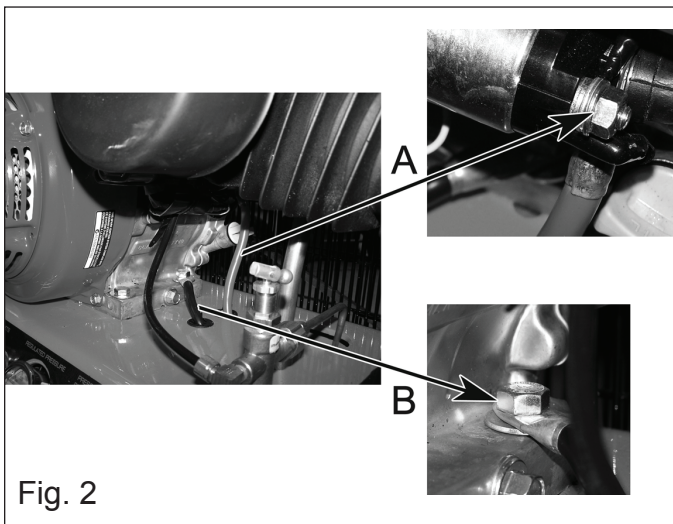
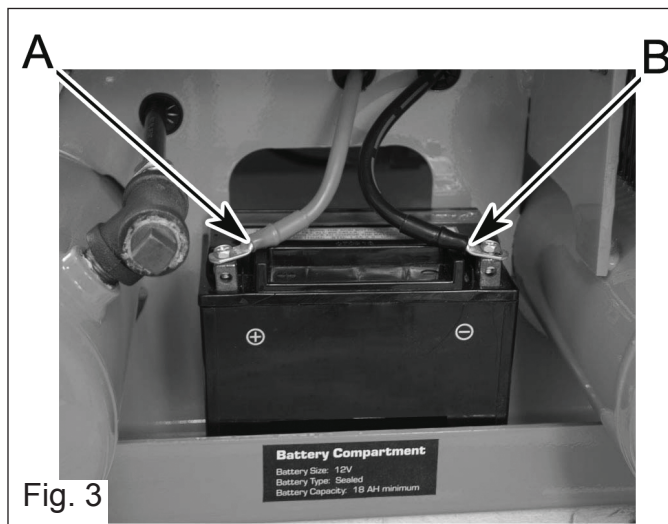

Fig. 2
Fig. 3
- e. The wheels are disassembled. Remove the 2 wheels from the carton. Remove one of the hitch pins (A). Pull out the axle (B). Put the first wheel (C) onto the axle, push the axle through. Put the spacer (D) onto the axle, push the axle through and then put the second wheel (E) onto the axle. Push the axle in until it hits the other hitch pin. Replace the hitch pin (A) (see Fig. 2).
- e. Les roues sont démontées. Enlevez les 2 roues du carton. Enlevez une des goupilles d'accroc (A). Retirez l'axe (B). Mettez la première roue (C) sur l'axe, poussez l'axe à travers. Mettez l'entretoise (D) sur l'axe, poussez l'axe à travers et mettez alors la deuxième roue (E) sur l'axe. Poussez l'axe dedans jusqu'à ce qu'il frappe l'autre goupille d'accroc. Remplacez la goupille d'accroc (A) (voir l'Fig. 2).
- e. Las ruedas están desmontadas. Quite las 2 ruedas del cartón. Quite uno de los pernos del tirón (A). Saque el árbol (B). Ponga la primera rueda (C) sobre el árbol, empuje el árbol a través. Ponga el espaciador (D) sobre el árbol, empuje el árbol a través y después ponga la segunda rueda (E) sobre el árbol. Empuje el árbol hacia adentro hasta que golpee el otro perno del tirón. Substituya el perno del tirón (A) (véase Fig. 2).
1. Connect a 26" long 4 gauge red battery cable with 5/16" ring lugs (A) to the positive (+) starter terminal (Fig. 2) (*battery cable not included*).
2. Connect a 32" long 4 gauge black negative (-) battery cable with 3/8" ring lugs (B) to the grounding bolt on the engine shown in the illustration (Fig. 2) (*battery cable not included*).
5. Connect the battery positive (+) cable (A) to the battery positive terminal (Fig. 3).
6. Connect the battery negative (-) cable (B) to the battery negative terminal (Fig. 3).
1. Raccorder un câble rouge de batterie de calibre 4 et de 26 po de longueur avec des cosses de 5/16 po (A) à la borne positive (+) du démarreur (Fig. 2) (*câble de batterie non fourni*).
2. Raccorder un câble noir négatif (-) de batterie de calibre 4 et de 32 po de longueur avec des cosses de 3/8 po (B) au boulon de mise à la masse du moteur illustré (Fig. 2) (*câble de batterie non fourni*).
5. Connecter le câble (A) positif (+) de la batterie à la borne positive (+) de la batterie (Fig 3).
6. Connecter le câble négatif (-) de la batterie à la borne négative (-) de la batterie (Fig 3).
1. Conecte un cable rojo de batería de 26" de largo, calibre 4 con las terminales circulares de 5/16" (A) al terminal positivo (+) del motor de arranque (fig. 2) (*no incluye cable de batería*).
2. Conecte un cable negro negativo (-) de batería de 32" de largo, calibre 4 con las terminales circulares de 3/8" (B) al tornillo de conexión a tierra en el motor como se muestra en la ilustración (fig. 2) (*no incluye cable de batería*).
5. Conecte el cable positivo (+) de la batería (A) al terminal positivo (+) de la batería.
6. Conecte el cable negativo (-) de la batería al terminal negativo (-) de la batería (Fig. 3).